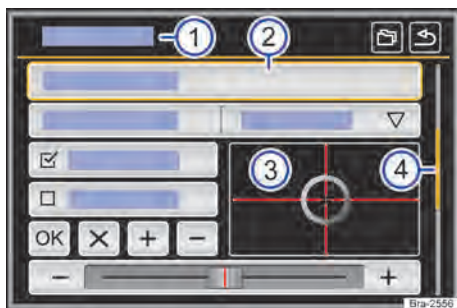

Fig. 119 Representação esquemática: vista geral das possíveis superfícies de função no display.
O aparelho está equipado com um touchscreen (tela de toque) → Fig. 119 (3).
As superfícies de função iniciam funções ou abrem outros submenus. Em submenus é indicado, na linha do título, o menu atualmente selecionado → Fig. 119 (1).